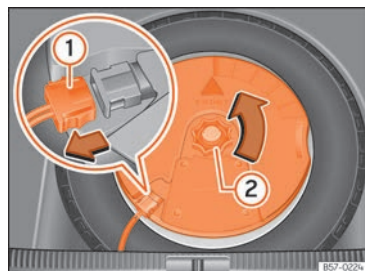

Fig. 311 En el maletero: desmontar el subwoofer.
- Desconecte el cable del altavoz *subwoofer* »» **fig. 311 ①**.
- Gire la ruedecilla de fijación en sentido contrario a las agujas del reloj »» **fig. 311 ②**.